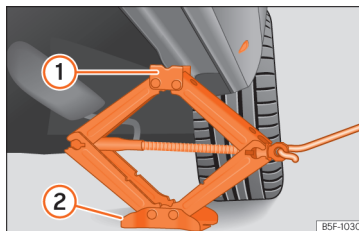

Abb. 245 Längsholm: Wagenheber ansetzen.
- Drehen Sie die Kurbel des unter dem Aufnahmeplatz des Längsträgers befindlichen Wagenhebers, bis sich die Nase (1) >>> **[Abb. 245]** unter der vorgesehenen Einführung befindet.
- Richten Sie den Wagenheber so aus, dass sein Aufnahmehorn (1) in die dafür vorgesehene Aufnahme am Längsträger „greift“ und die bewegliche Grundplatte (2) plan auf dem Boden